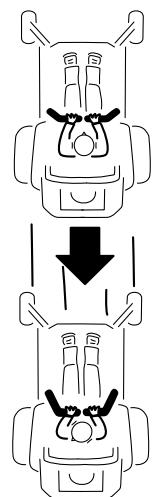

Bild 19
2. Zum Rückwärtfahren sollten Sie nach hinten und auf den Boden schauen und die Fahrantriebshebel langsam nach hinten ziehen (Bild 19).
Wenden Sie zum Geradeausfahren auf beide Fahrantriebshebel denselben Druck an (Bild 19).